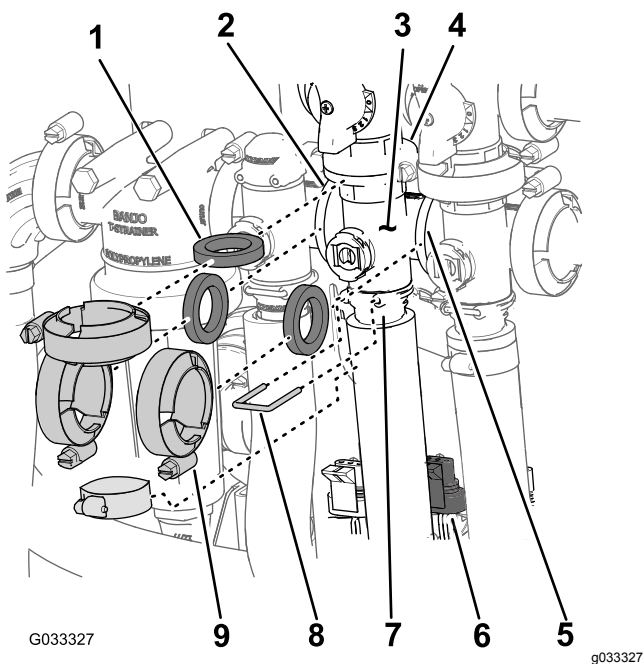

Figura 64
1. Retire as braçadeiras e as juntas que fixam o coletor para a válvula de agitação (Figura 64) à válvula de derivação de agitação, válvula de controlo de aplicação, válvula mestre e união adaptadora (válvula do acelerador da agitação).
2. Retire o retentor que fixa a união exterior ao coletor da válvula de agitação (Figura 64).